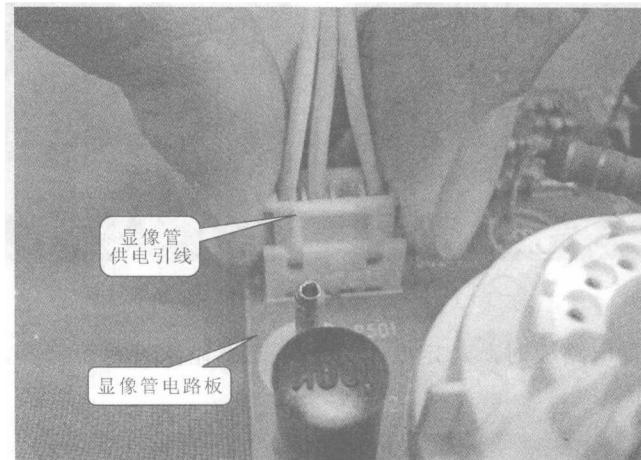

图 1-15 显像管电路供电引线的拆卸
③ 接着将显像管电路供电引线（P502）进行拆卸，显像管电路供电引线 S402 端在主电路板上，另一端 P502（有插槽端）在显像管电路上，拆卸方法如图 1-15 所示。